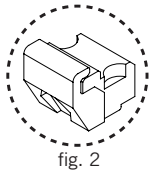

fig. 2
- 2° Tighten the air cord clamps (fig. 2).